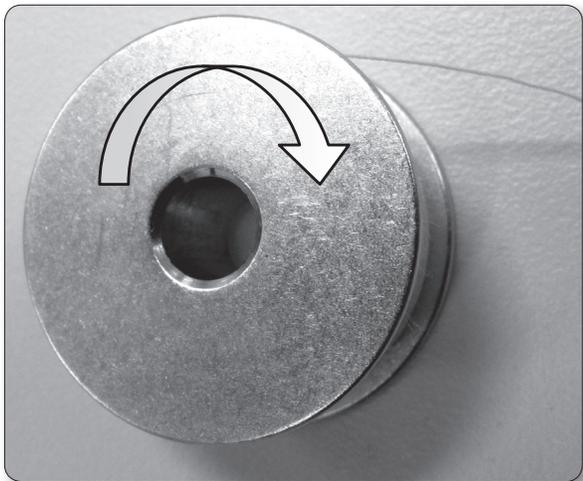

Figure 11
1. Placez la canette dans le boîtier de canette de sorte que le fil sorte dans le sens horaire lorsque vous regardez le côté ouvert (Figure 11).